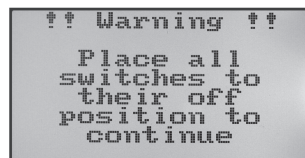

Figure 6
Enlevez le ressort à lame (1) du module du levier de droite (vu de l'arrière) puis revissez le ressort, après l'avoir tourné de 180°, sur le module de gauche (voir illustration du bas sur la fig. 6).